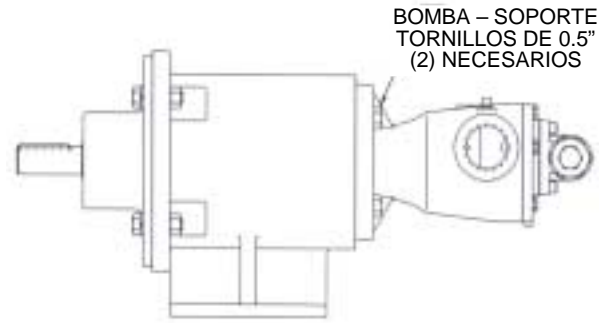

FIGURA 15
1. Retire los tubos hacia los puertos y los tornillos que sujetan la bomba al soporte (**Ver Figura 15**). Sostenga la bomba con un gancho de elevación, si es posible.